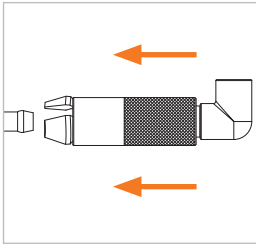
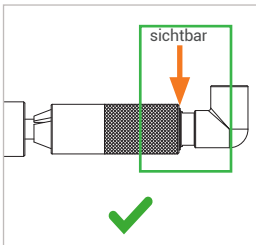
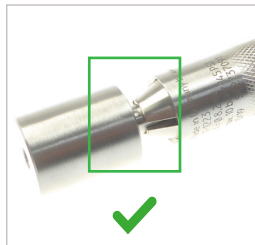
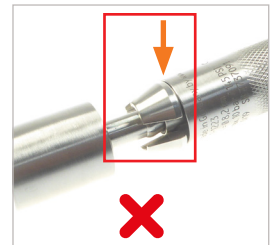

Abbildung 1
Abbildung 2
Abbildung 3
Abbildung 4
- ▶ Schieben Sie den Adapter an der Schiebehülse (Pos. 1) nach vorne auf den Prüfling auf (Abbildung 1). Der Adapter muss mit einem deutlichen hörbaren Klick einrasten. Der Sprengring muss sichtbar sein (Abbildung 2) und die Außenkanten des Spannzangenaußendurchmessers dürfen nicht mehr sichtbar sein (Abbildung 3 und Abbildung 4).